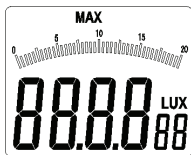

Figura 5-1-4B
- Tape el sensor óptico con la cubierta protectora y mantenga pulsada la tecla "HOLD/ZERO" durante un segundo. En la pantalla aparecerá el mensaje "ADJ" (tal como se muestra en la figura 5-1-4B), y a continuación el dispositivo entrará en el modo de calibración cero. Varios segundos después, el mensaje "ADJ" desaparecerá de la pantalla y el instrumento saldrá automáticamente del modo de calibración cero y regresará al modo de medición automático.